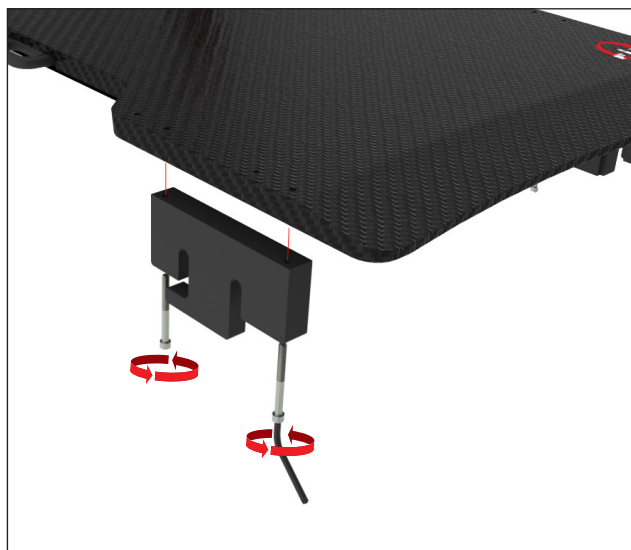

Fig. 15
2. Gentag monteringen for adapteren på den modsatte side med den glatte side af adapteren udad (Fig. 15).